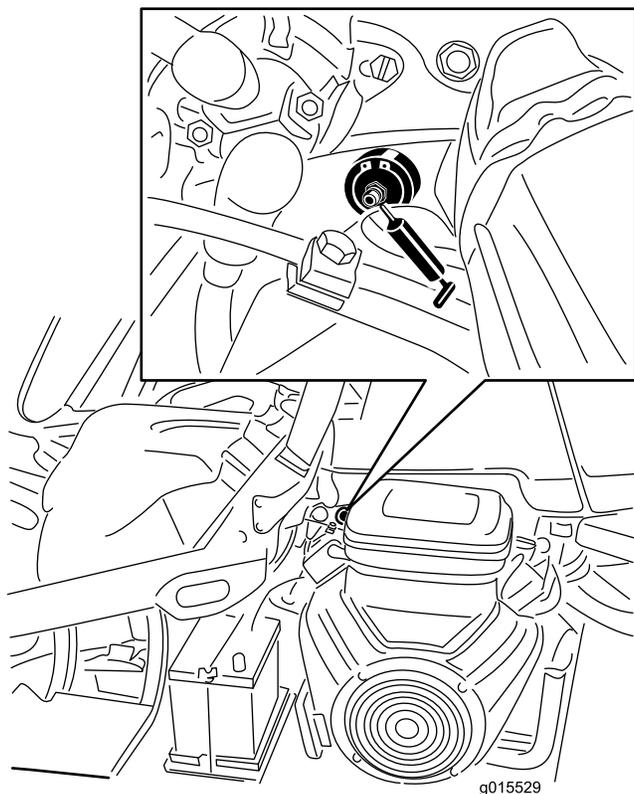

Рисунок 29
1. Тщательно протрите масленку, чтобы посторонние вещества не могли попасть в подшипник или втулку (**Рисунок 29**).